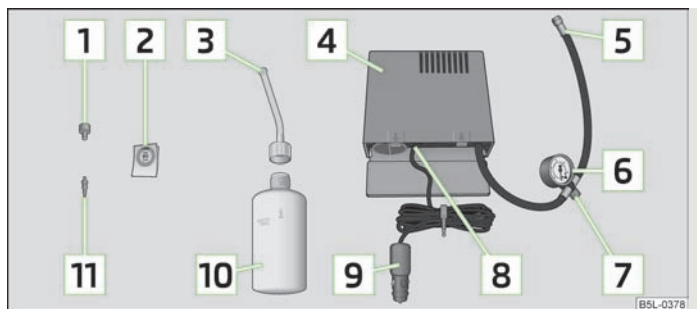

Fig. 162 Componentes del kit de averías
- Pegar la etiqueta adhesiva **2** » **fig. 162** sobre el cuadro de mandos en el campo visual del conductor.
- Agitar la botella de inflado de neumáticos **10** » **fig. 162** fuertemente varias veces.
- Enroscar el tubo flexible **[5]** » fig. 162 del compresor de aire fijamente en la válvula del neumático.